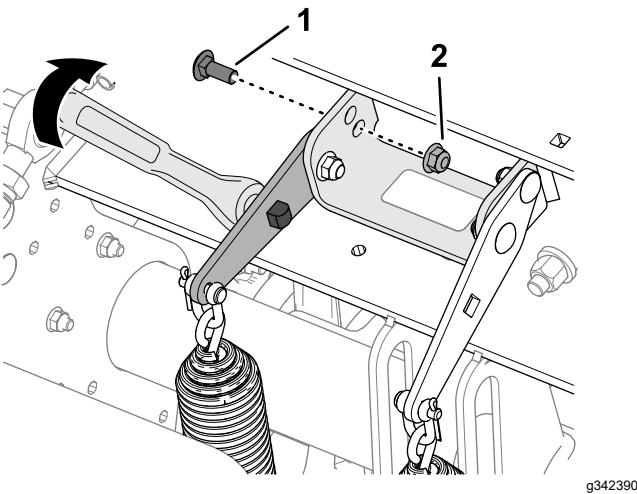

Bild 110
4. Setzen Sie einen 1/2"-Schlüssel oder ein Brecheisen in das rechteckige Loch in der Federspannplatte ein (Bild 110).